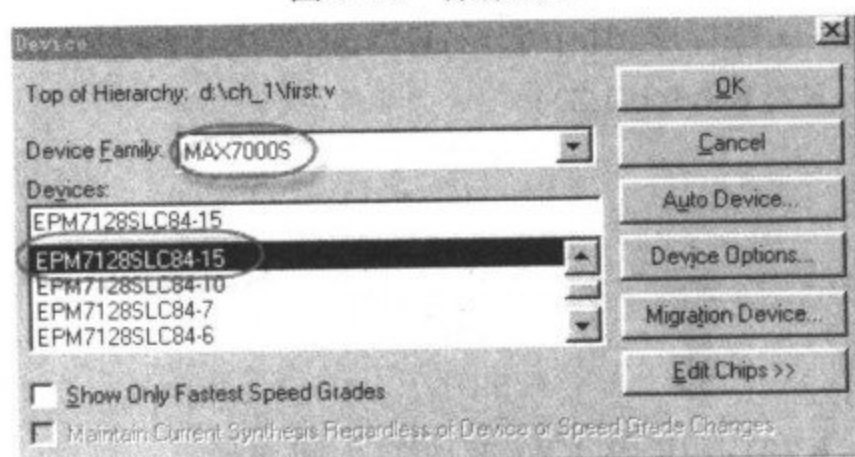

图 3-16 选择器件对话框
(1) 执行菜单栏中的 Assign→Device 命令,出现如图 3-16 所示的器件选择对话框;在 Device Family 栏中选择 MAX7000S;然后在 Device 栏内选择 EPM7128SLC84-15 器件;单击 OK 按钮加以确认。这样 Altera 公司的 EPM7128SLC84-15 已被项目所使用。这时用户要做的就是根据自己硬件电路的需要,对各输入/输出引脚进行锁定。